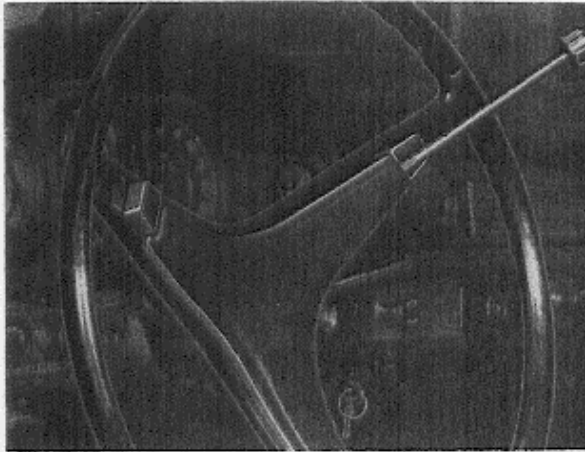

Abb. 41 Ausbau des Stoßpolster,
2. Horndruckring bzw. -platte ausbauen. Bei 120 werden dazu die beiden Befestigungsschrauben auf der Rückseite der Lenkradspeichen gelöst, bei 1800 wird vorsichtig der Horndruckknopf bzw. das Stoßpolster (Abb. 41) mit einem Schraubenzieher abgedrückt.